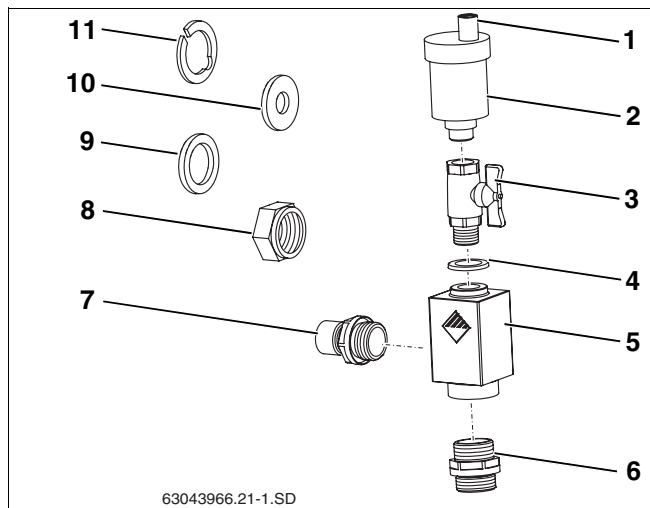

Fig. 55 Juego universal de purgador
El equipo solar se purga a través del tornillo de cierre. Para que no pueda penetrar humedad en el equipo solar a través del tornillo de cierre, la tapa de protección de intemperie (fig. 55, **pos. 1**) debe estar siempre posicionada durante el funcionamiento sobre este tornillo.
Volumen de suministro del juego universal de purgador (fig. 55):